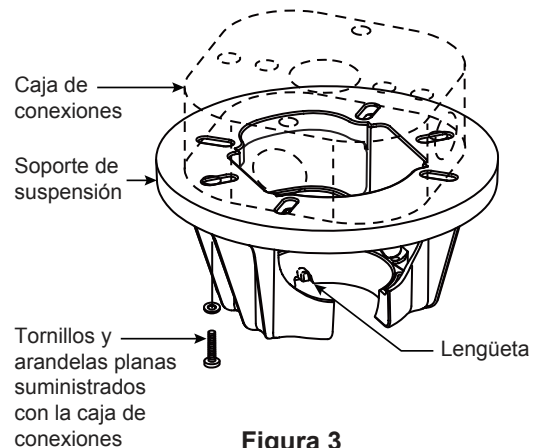

Figura 3
3. Con cuidado, levante el ventilador y apoye la unidad del barral/de la semiesfera en el soporte de suspensión que acaba de fijar a la caja de conexiones. (Figura 4) Asegúrese de que la ranura en la semiesfera esté alineada con el reborde del soporte de suspensión. (Figura 3)